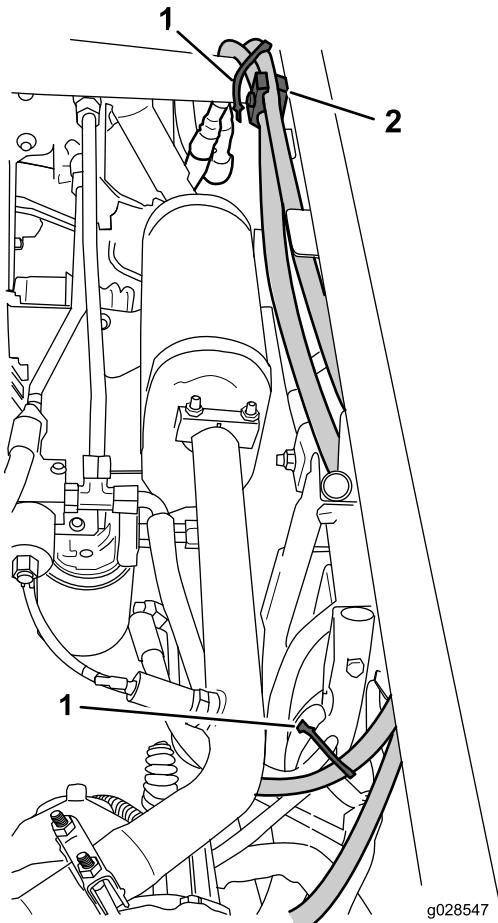

Рисунок 10
- Соедините вилочную часть быстроразъемного соединителя с розеточной частью гидравлического шланга от клапана подъема стрелы (рис. 10).
- Закрепите шланги двумя кабельными стяжками, трубным зажимом и зажимным болтом в местах, показанных на Рисунок 10.